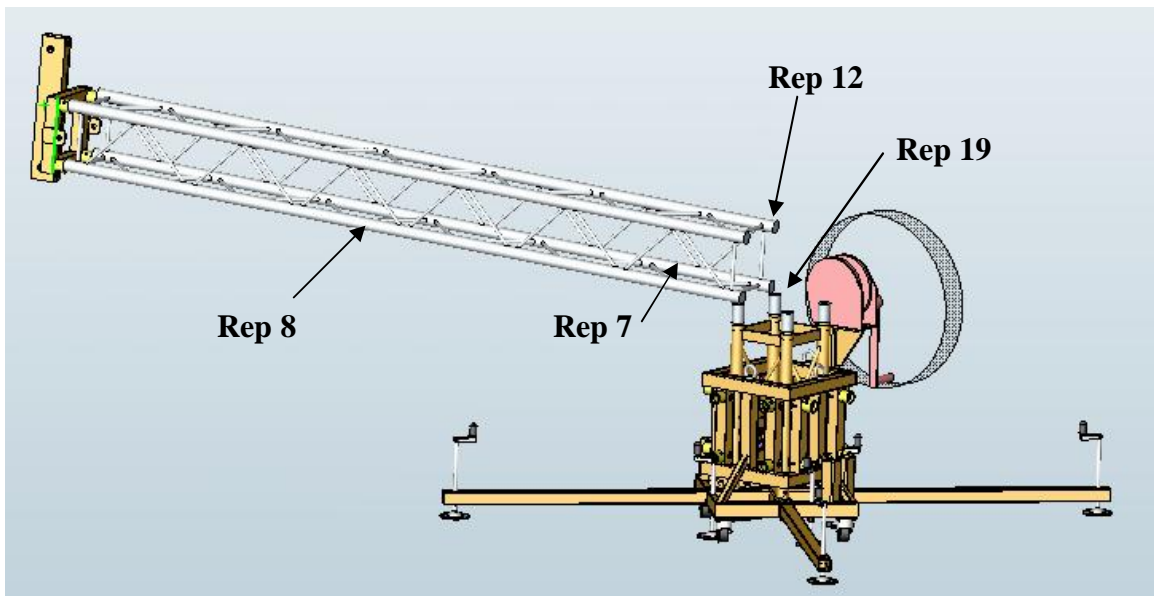

fig.8
a) Placer l'ensemble des mâts sur le chariot élévateur (fig.8), de sorte à pouvoir assembler, dans un premier temps, les charnières du châssis (rep 19) et les manchons femelles (rep 12) du mât 1 (rep 7).